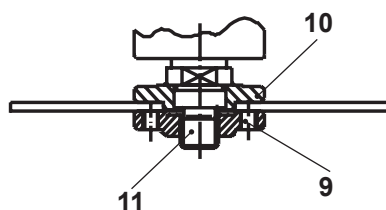

Fig. 13
- Discos finos (< 4 mm) con el centro plano: coloque la cara con relieve de la brida de apriete alejada del disco (Fig. 13).